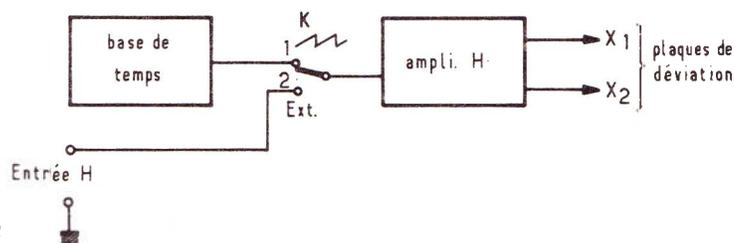

Figure 2
Pour disposer d'une déviation horizontale par des signaux externes, autres que les dents de scie des circuits de balayage, il suffit de modifier le montage comme l'indique la **figure 2**. La connexion base de temps amplificateur horizontal a été coupée, et se fait maintenant par l'intermédiaire d'un inverseur K à un circuit et deux positions. Dans la position 1, l'appareil fonctionne comme précédemment, donnant un balayage horizontal en dents de scie. Dans la position 2, l'entrée de l'amplificateur horizontal est reliée à une borne pouvant recevoir les signaux externes. Le balayage, sinusoïdal ou autre, est alors fourni par tout générateur externe connecté à cette borne.
2. Dessouder le fil de départ des dents de scie, sur la plaquette des circuits de balayage (cosse 19 de la **figure 82**): Le remplacer par un fil de 43 cm de long, qu'on soudera sur l'une des cosse extrêmes du commutateur K (cosse n° 1 de la **figure 2** du présent article), en suivant le trajet : longeron inférieur droit, faisceau vertical, traversée horizontale).